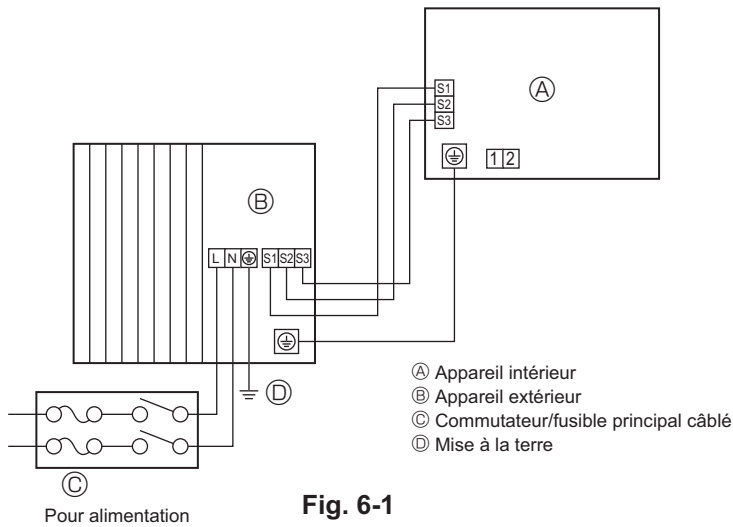
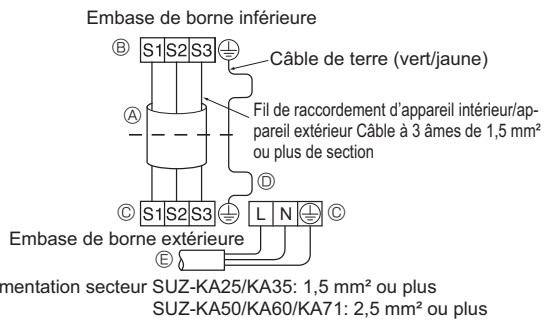
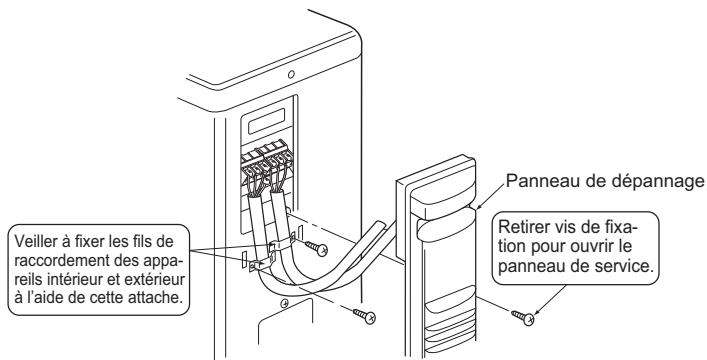
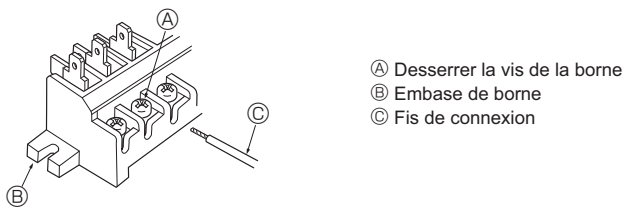

Fig. 6-1
Fig. 6-2
Fig. 6-3
Fig. 6-4
### 6.1. Appareil extérieur (Fig. 6-1, Fig. 6-2, Fig. 6-3, Fig. 6-4)
- ① Déposez le panneau de service.
- ② Raccordez les câbles conformément aux Fig. 6-1, Fig. 6-2, Fig. 6-3 et Fig. 6-4.
- Effectuez le câblage selon le diagramme en bas et à gauche. (Veuillez vous procurer le câble localement) (Fig. 6-2)
- (A) Câble de connexion
- (B) Embase de borne intérieure
- (C) Embase de borne extérieure
- (D) Posez toujours un câble de mise à la terre plus long que les autres câbles.
- (E) Cordon d'alimentation
- **Faites attention de brancher les fils correctement. (Fig. 6-4)**